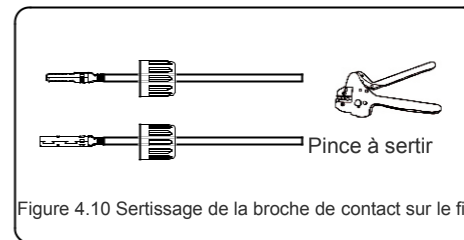

Figure 4.10 Sertissage de la broche de contact sur le fil
3. Sertissez la broche de contact sur le fil à l'aide d'un sertisseur de fil approprié. (voir figure 4.10)